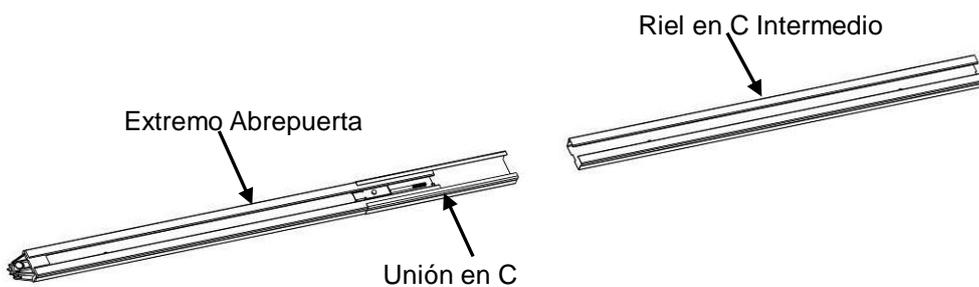

Fig. 7
1. Como en la Fig. 7, unir el extremo Abrepuerta de Riel C y el riel C intermedio con la unión en C.